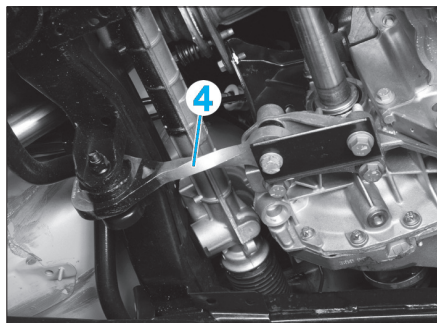

Fig. 3
- la biellette anticouple inférieure (4) (Fig.3),